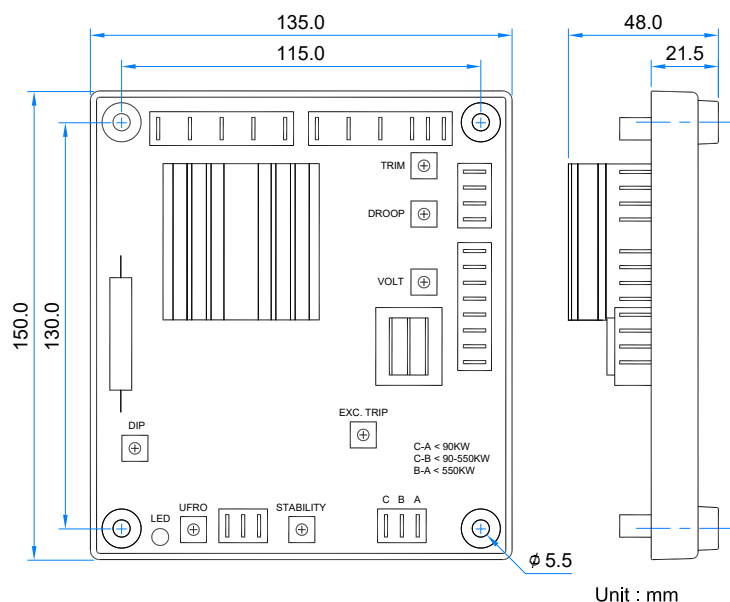

図1 寸法図
1. 電圧調整器は、図 1 に示す外形および取付け穴寸法に従って、発電機セット内の任意の適切な位置に取り付け可能です。